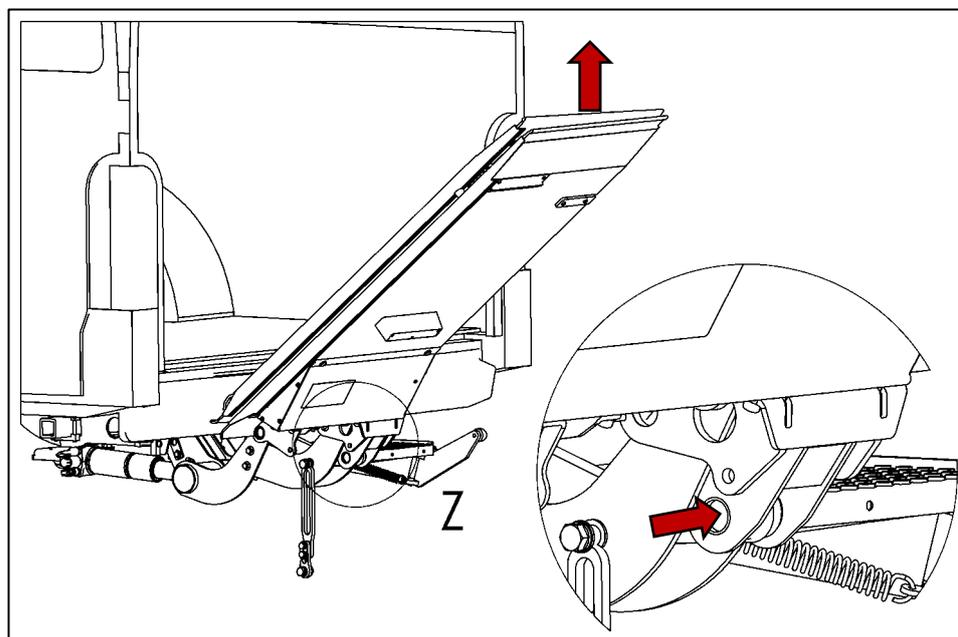

Fig. 56
- Coloque 6 O-rings (lista de partes del juego de accesorios, artículo no.10) en los bujes de acero (vea la Fig. 56).
- Levante la punta de la plataforma hasta que el punto de apoyo de la varilla de cierre (punto de unión para la varilla de cierre) esté alineado con el punto de apoyo del brazo oscilante (punto de unión inferior en la plataforma) (ver Fig.56).